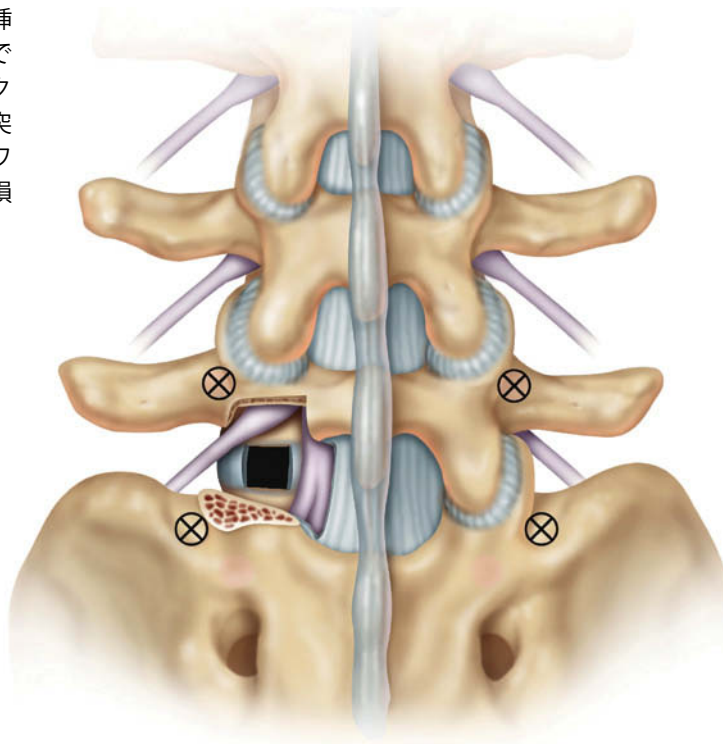

図 1
1. ペディクルスクリューを椎体間再建の前、または後に挿入します。スクリューを伸延操作の基点として利用できるため、多くの場合、脊柱管を露出させる前にスクリューを挿入します。図1に示すように通り、椎間関節突起切除術の後にスクリューを挿入する場合は、ガイドワイヤー、タップ、スクリューの挿入操作中に、硬膜を損傷しないよう細心の注意を払ってください。